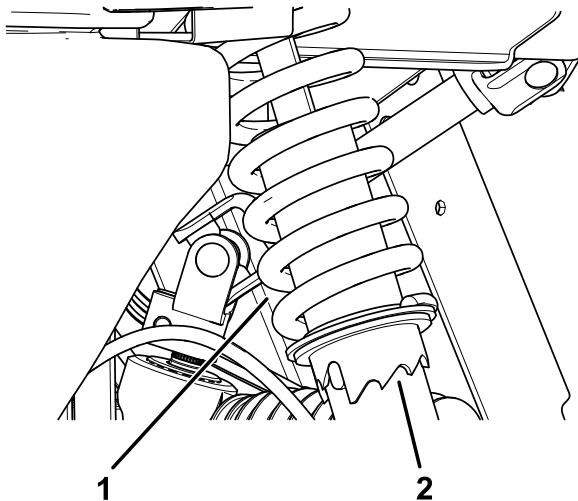

Bild 46
1. Drehen Sie den Stellring am Stoßdämpfer mit dem Toro Werkzeug, Nummer 6010, um die Vorspannung der Feder zu ändern (Bild 46).